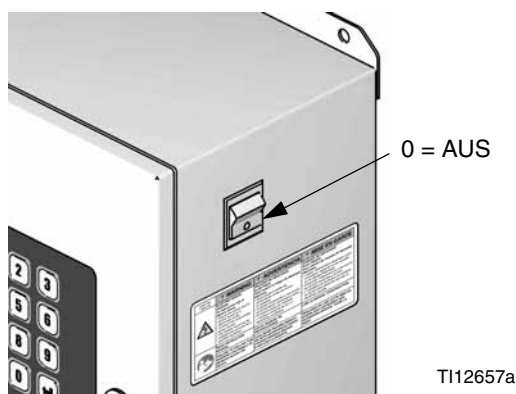

ABB. 2: Stromversorgung AUS
1. Schalten Sie die Stromversorgung des ProMix 2KS ab (Position 0). ABB. 2. Schalten Sie außerdem den Strom am Hauptschalter ab.